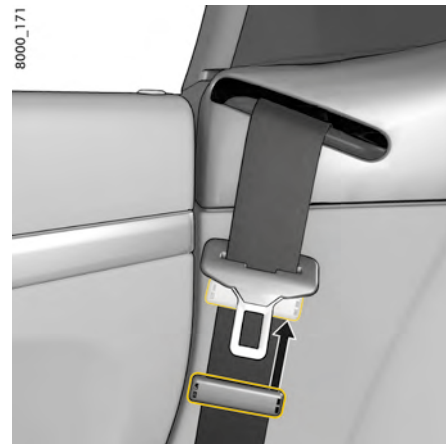

図 74：シートベルトを外す
3. シートベルトのバックルプレートを、シートベルト引き出し口の約7cm下にプラスチックスライドで固定してください（図 74）。プラスチックスライドがシートベルトラッチを手の届きやすい位置で保持します。